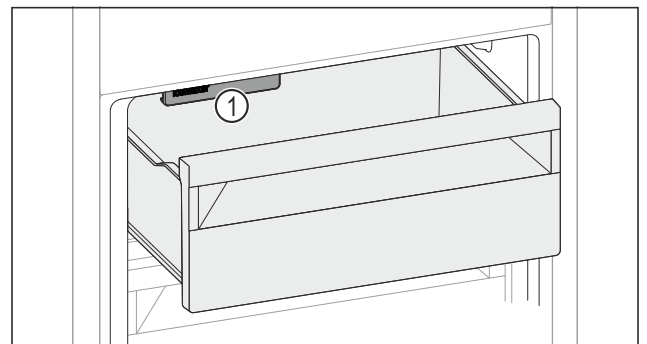

Fig. 131
- ▶ Rekening houden met IceMaker Fig. 131 (1).